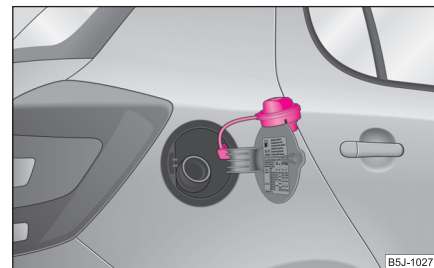

Fig. 143 Clapeta rezervorului cu capacul deschis.
⇒ pagina 169, fig. 143.
- Deșurubați capacul spre stânga și așezați-l pe clapetă, în partea de sus ⇒ fig. 143.